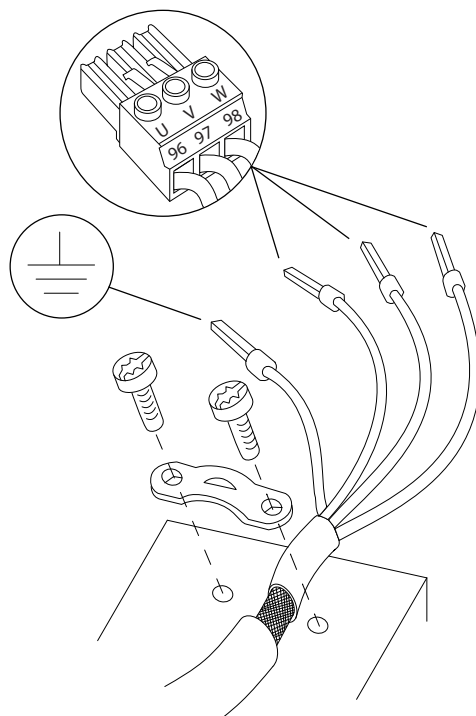

图 4.5 电机连接
3. 按照 章 4.3 接地中提供的接地说明将接地线连接到最近的接地端。请参阅图 4.5。
4. 将三相电机线路连接到端子 96 (U)、97 (V) 和 98 (W) 上，如 图 4.5 所示。